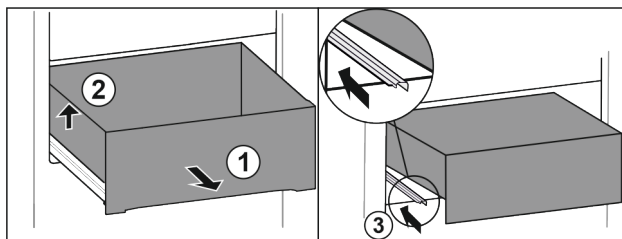

Fig. 68
- ▶ Scoateți sertarul până la opritor. Fig. 68 (1)
- ▶ Ridicați sertarul din stânga. Fig. 68 (2)
- ▶ Inserați șina din stânga. Fig. 68 (3)